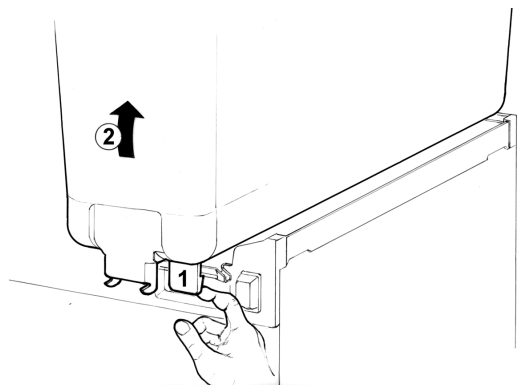

figura 2
- 2 Togliere il contenitore vuoto sollevandolo **dal lato rubinetto** e sfilandolo dalla guarnizione (vedere figura 2).